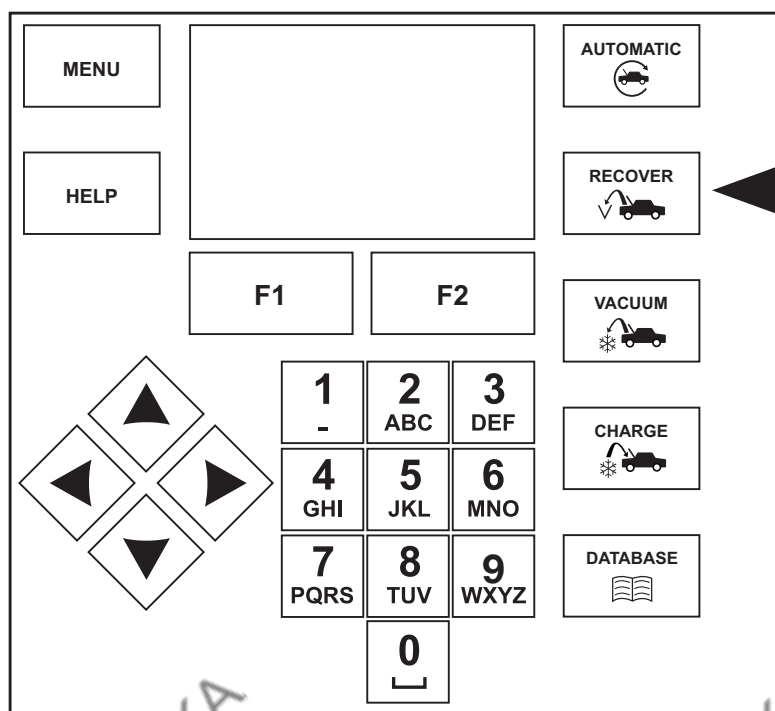

Рисунок 4
5. Нажать кнопку **ОТКАЧАТЬ** на панели управления установки. См. рисунок 4.